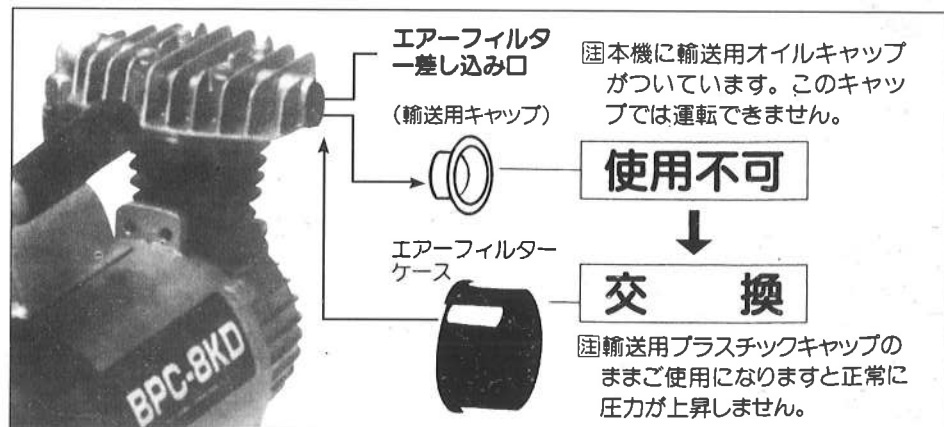

図3
■エアフィルター差し込み口のプラスチックキャップを抜いてエアフィルターケースと交換してください。(図3参照)